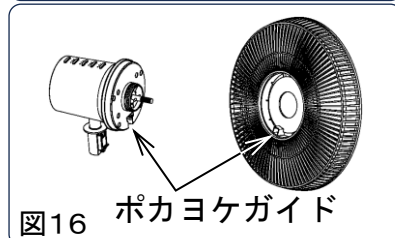

図16
- ① 後ガードを本体に組立時にポカヨケガイドをしっかり嵌め込んでから後ガード固定ワッシャを締める。(図16)